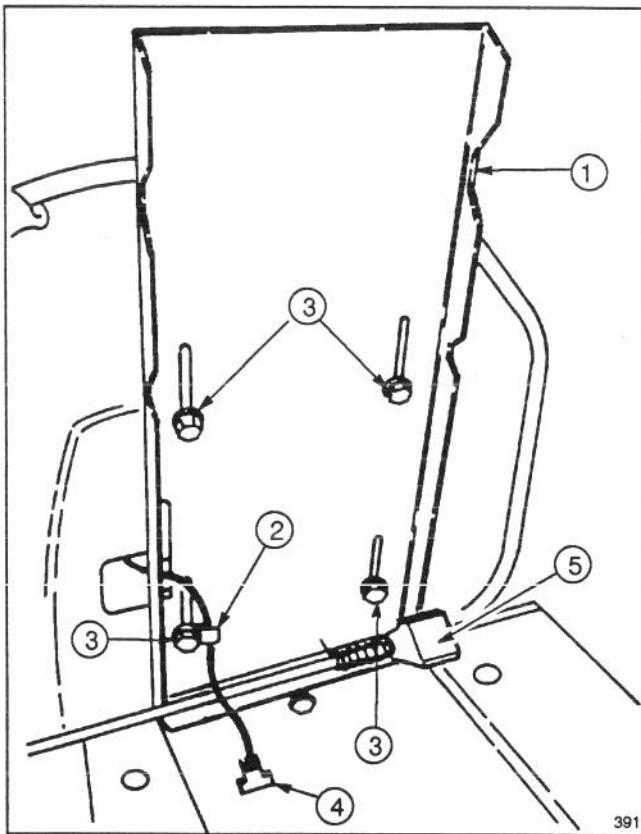

Abbildung 1
- Den Sitz auf das Sitzunterteil aufstellen, das Sitzschalterkabel durch das Langloch führen und die Befestigungslöcher abstimmen (Abb. 1).
2. Die Drahtklemme über den Schalterdraht schieben (Abb. 1).
3. Mit Hilfe des rückwärtigen linken Langlochs im Sitzunterteil, die Drahtklemme locker absichern und den Sitz mit einer Sechskantschraube und Sicherungsscheibe locker festmachen (Abb. 1).
4. Den Sitz mit Hilfe der drei (3) übrigen Sechskantschrauben und Sicherungsscheiben absichern.
1. Zum Freilegen der Batterie, den Sitz hochklappen. Der Sitz wird durch einen Riegel an der Unterseite daran gehindert, während der Arbeit an der Batterie herunterzufallen (Abb. 1).